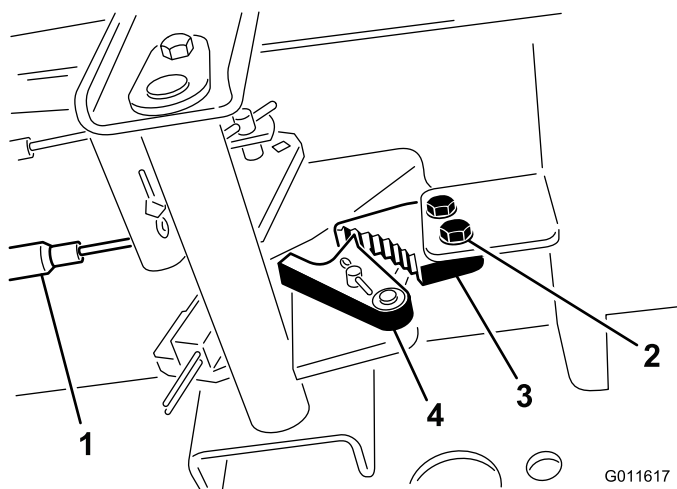

Figura 42
1. Afloje los 2 tornillos que fijan el trinquete del freno de estacionamiento al bastidor (Figura 42).
- Pise el pedal del freno de estacionamiento hacia adelante hasta que la uña se engancha a fondo en el trinquete del freno (Figura 42).